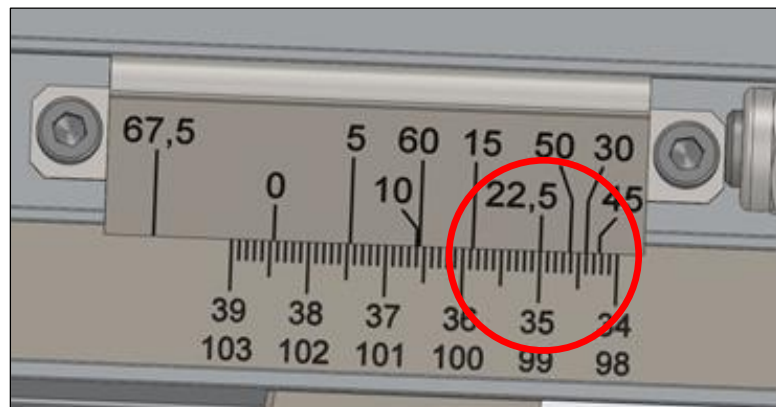

Figure 8 : exemple de réglage DSG-A
**Exemple :** Par exemple, si la DSG-A est réglée sur un angle de  $22,5^\circ$  et que la mesure de longueur est telle que le trait de repère sur l'échelle sous le 22,5 coïncide avec une mesure quelconque (par exemple 350 mm) sur le ruban de mesure dans le profil, cette valeur est coupée comme longueur absolue mesurée jusqu'à la pointe de la pièce (voir  $\Rightarrow$  Figure 8).